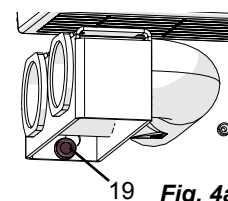

Fig. 4a
- ⇒ Desenroscar el tornillo moleteado (19, Fig. 4a).
- ⇒ Asegurar el soporte con el tornillo moleteado (19, Fig. 4a).